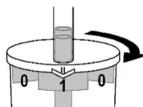

Abb. 3
- Чтобы взять первый полип, поверните сосуд так, чтобы стрелка указывала на цифру "1" (Рис. 3).